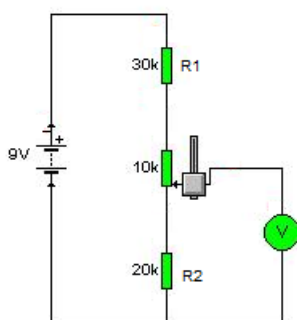

Figura 4
- c) Construya un divisor de voltaje empleando un potenciómetro de  $10\text{k}\Omega$  como se muestra en la Figura 4. Llene la Tabla 2 con los valores solicitados.